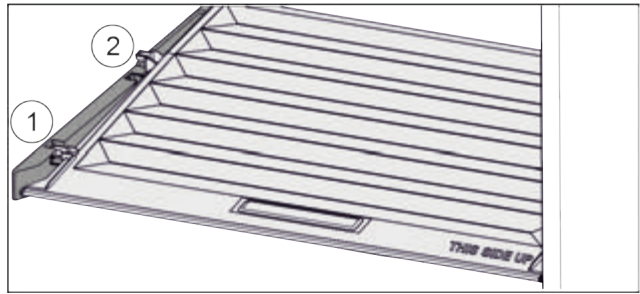

Fig. 68
- ▶ Кришку до отвору в деталях для підтримки потягнути вперед Fig. 68 (1).
- ▶ Підняти ззаду знизу та вийняти Fig. 68 (2) вгору.